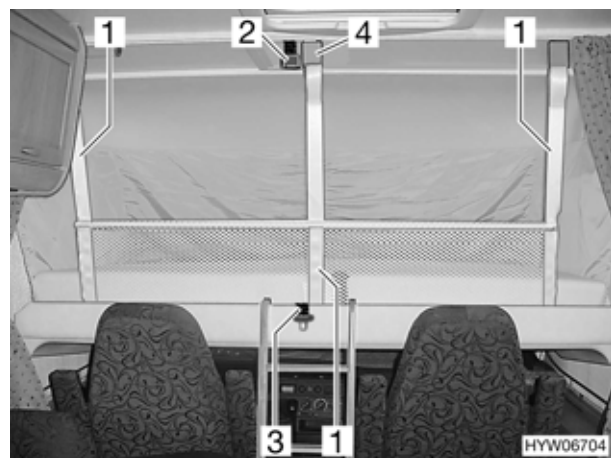

Bild 76 Hubbett mit aufgespanntem Sicherungsnetz
- Sicherungsgurt (Bild 76,3) lösen.
- Sicherungsgurte (Bild 76,1) in die Haken (Bild 76,4) an der Decke einhängen.
- Sicherungsgurte (Bild 76,1) lösen und unter die Matratze legen.
- Hubbett mit Sicherungsgurt (Bild 76,3) am Dach (Bild 76,2) sichern.